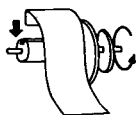

Fig. 2
7. Betätigen Sie Bon/Journalvorschubtaste solange, bis der Papieranfang aus dem Druckwerk hervorschaut und Sie ihn sauber an der Abreissvorrichtung abtrennen (Bon) beziehungsweise an der Spule befestigen können (Journal), siehe Abb. 2 und Abb. 3.